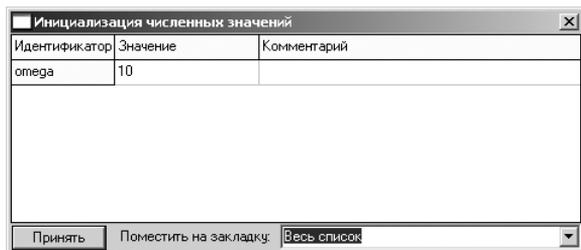

Рис. 2.17. Диалоговое окно **Инициализация численных значений** с введенными значениями
- введите в диалоговом окне **Инициализация численных значений** значение параметра скорости вращения **Omega**, равное, например, 10, см. рис. 2.17;